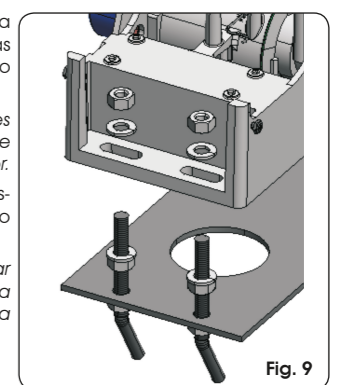

Fig. 9
- Coloque el operador sobre la placa utilizando las arandelas y las tuercas suministradas en dotación como muestra la Fig.9.